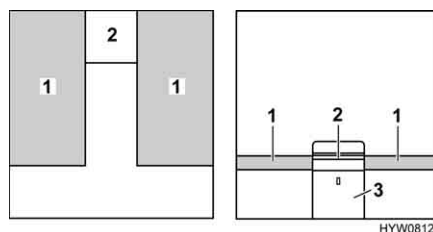

Bild 86 Vor dem Umbau
- Aufsatz des Nachtschränkchens (Bild 86,2) entfernen und beiseite stellen.